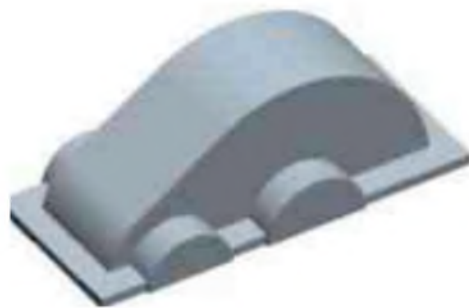

图 2-11
15) 在拉伸界面的“深度”对话框中选择，单击“去除材料”按钮，如果方向不正确，单击反向拉伸按钮，单击鼠标中键完成箱盖实体的绘制，如图 2-11。